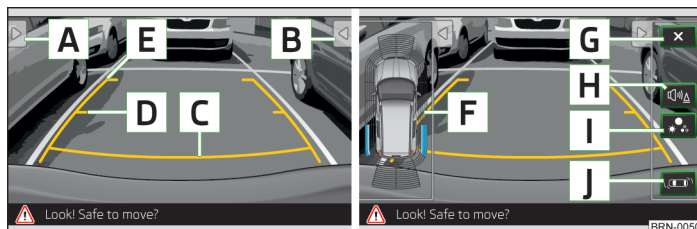

Fig. 16 Exemple d'affichage à l'écran
- G** Commutation vers l'affichage de la caméra de recul » fig. 16 à la page 40.